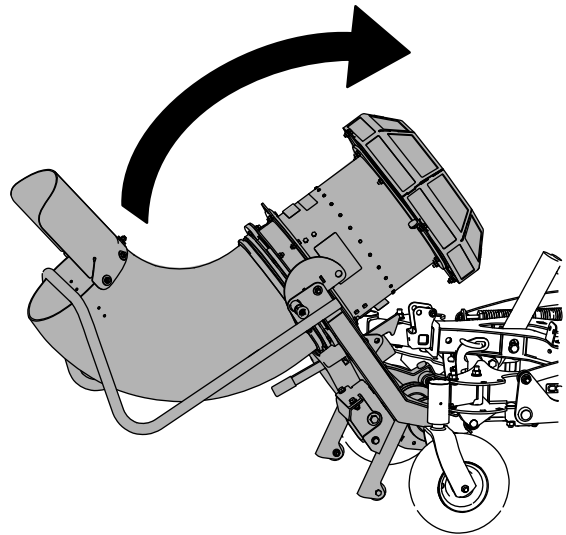
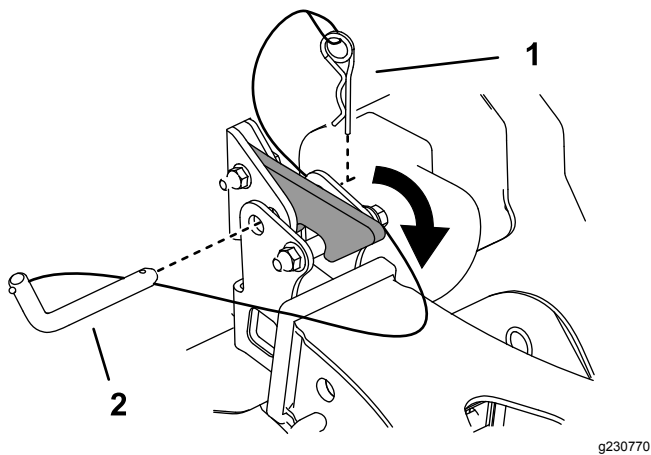

Figura 19
Figura 20
1. Eleve el soplador hasta que se enganche en el receptor de enganche (Figura 19 y Figura 20).
2. Sujete el conjunto al receptor de enganche usando el pasador de enganche y la chaveta que están sujetos al receptor (Figura 20).